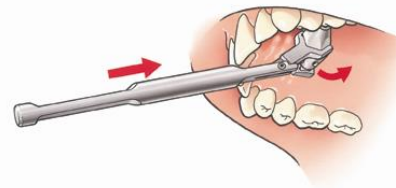

Fig. 10
Verwijder de sleutel en herhaal deze procedure, indien nodig, tot de volgende kleurcode verschijnt. In moeilijke gevallen (beperkte mondopening) kan de hinged key (ref.03-951A) nuttig zijn (Fig. 10).